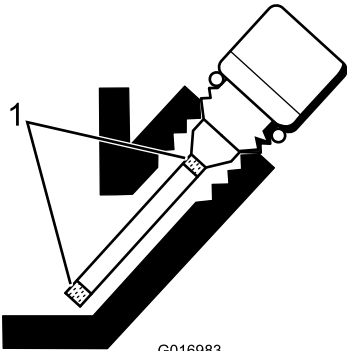

图24
5. 如果油位较低请添加足够的机油使油位升到量油尺上的开口标记之间 图24。